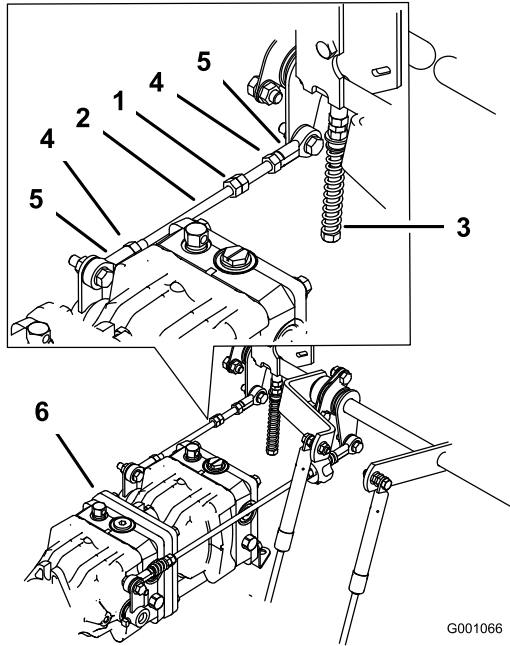

Figura 66
1. Afloje las contratueras de la articulación esférica de la varilla de control de la bomba (Figura 66).
3. Ajuste la longitud de la varilla de la bomba girando las tuercas dobles de la varilla, en el sentido apropiado, hasta que la rueda quede estacionaria o se mueva muy lentamente en marcha atrás (Figura 66).
6. Apriete las contratuercas de las articulaciones esféricas (Figura 66).